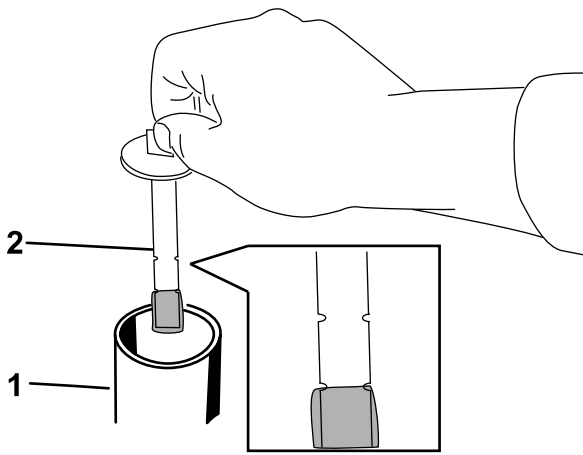

Figure 76
7. Enlevez le bouchon du goulot de remplissage et vérifiez le niveau de liquide sur la jauge (Figure 76).